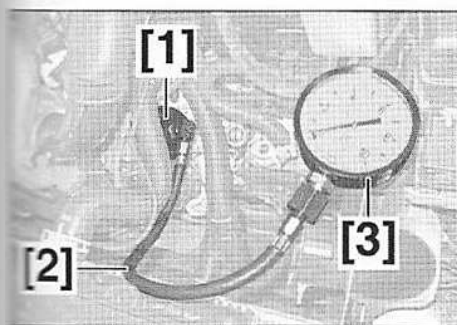

FIG.23
- Remplacer le couvercle (4) par les outils [1], [2] et [3] (Fig.23).